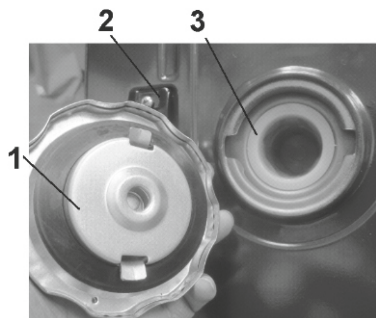

Рис. 2. Топливный бак
Открыть крышку топливного бака (1) (рис. 2).
Заправить бак топливом, при этом топливо заливать через фильтр (3), встроенный в горловину бака (рис. 2). При заправке необходимо оставить некоторое пространство в баке для расширения топлива.